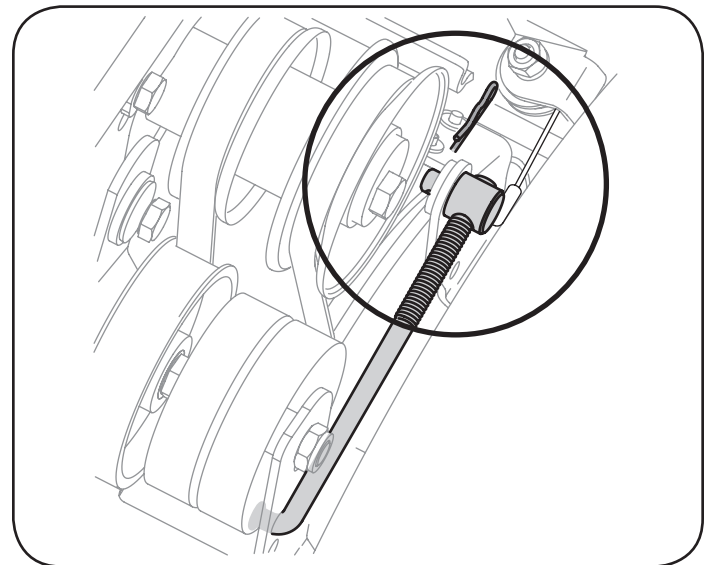

Figura 24
1. Retire el broche del pasador de horquilla y la arandela plana de la férula para desconectar la varilla intermedia de la barrena del conjunto del soporte del freno. Vea la Figura 24.